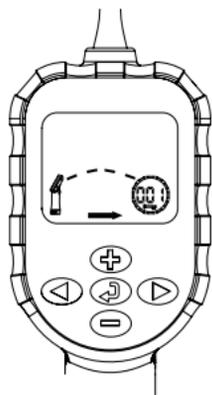

Figura 1
missão, com a flecha no visor a apontar para o ícone da identificação (000) (ver figura 1).